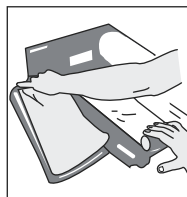

Figure 2
6. Réglez le cadran au réglage approprié. En tenant le paquet dans la main gauche, rabaissez-le bras de la scelleuse fermement sur le film et le tampon jusqu'à ce que le voyant à DEL s'éteigne. Tirez doucement le paquet dans un mouvement de va-et-vient jusqu'à ce que le paquet soit complètement séparé du tampon. Relâchez le bras et tournez le paquet dans le sens antihoraire à 90 degrés. Répétez la procédure pour sceller le bord restant du film. (Voir Figure 2)